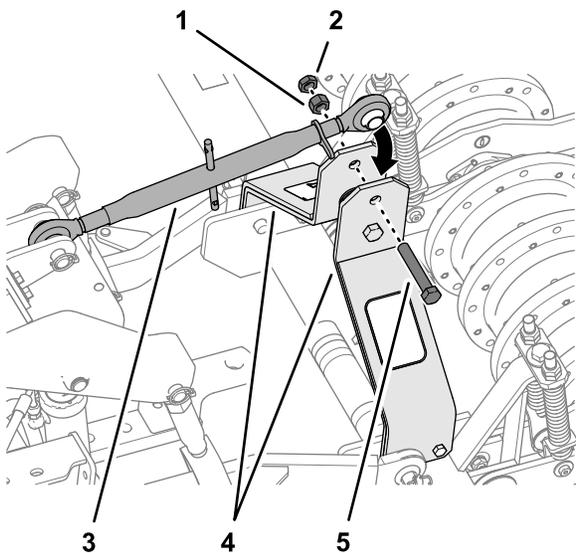

Bild 18
6. Befestigen Sie das andere Ende des oberen 3-Punkt-Lenkers an den Hubarmen des Aerifizierers (Bild 18) mit der Schraube (3/4" x 4"), der Mutter (3/4"), und der Klemmmutter (3/4").